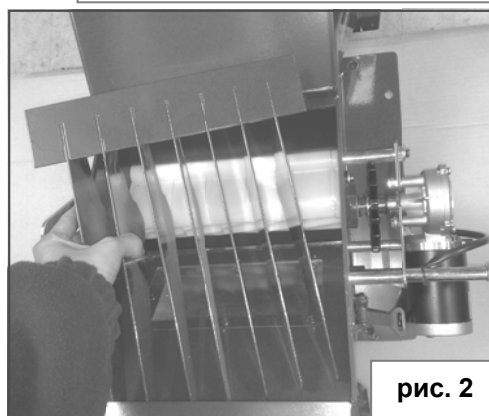

рис. 2
- Откройте клапан высевной коробки и вытащите сегмент. (рис. 2)